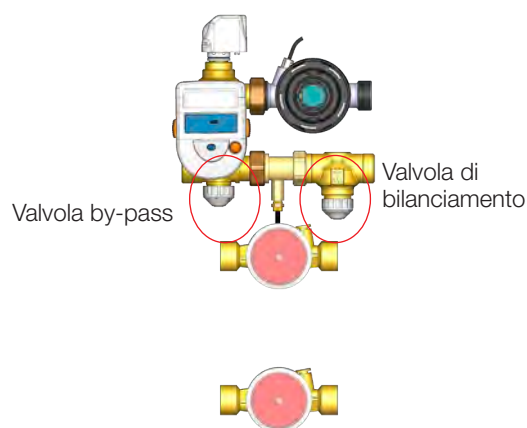

Figura 21
- Per regolare il bilanciamento e il bypass sul Domocompact My Home Basic ruotare i volantini bianchi posti nella parte inferiore del ramo di riscaldamento come illustrato in figura 21:
- Effettuare la taratura del by-pass agendo sul volantino dell'apposito dispositivo di taratura; La Figura 21 mostra il volantino da regolare.